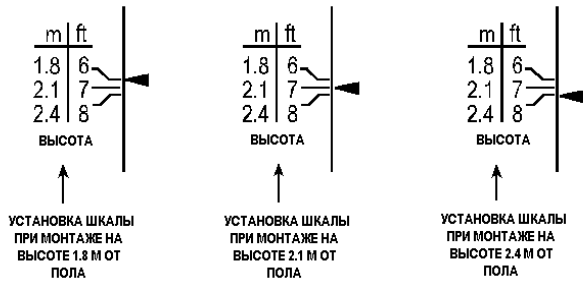

Рисунок 3. Вертикальная настройка
**Примечание:** Для монтажа на стену используйте центральные отверстия. Для монтажа в углу используйте отверстия на угловых стенках корпуса (см. рисунок 3).
Для настройки максимальной зоны обнаружения, и лучшей защиты от животных в зависимости от высоты установки используется шкала вертикальной настройки (см. рисунок 3). Ослабьте винт вертикальной настройки и установите указатель напротив нужной отметки на печатной плате. После этого затяните винт.